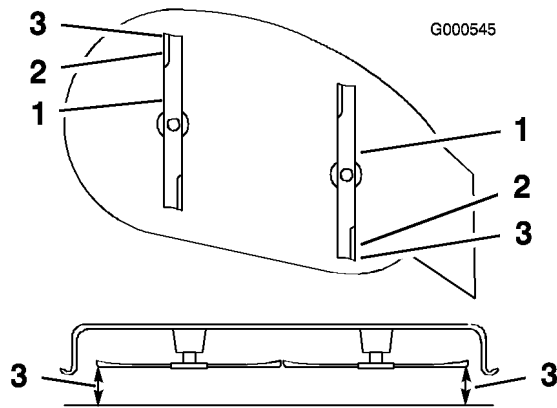

Bild 45
- Stellen Sie die Schnitthöhe auf die Stellung **D** (76 mm) und drehen Sie die Messer vorsichtig, sodass sie nach vorne und hinten zeigen (Bild 45).
- Messen Sie zwischen der Messerspitze vorne und hinten und der ebenen Fläche (Bild 45). Stellen Sie, wenn die vordere Schnittmesserspitze nicht um 1,6 – 7,9